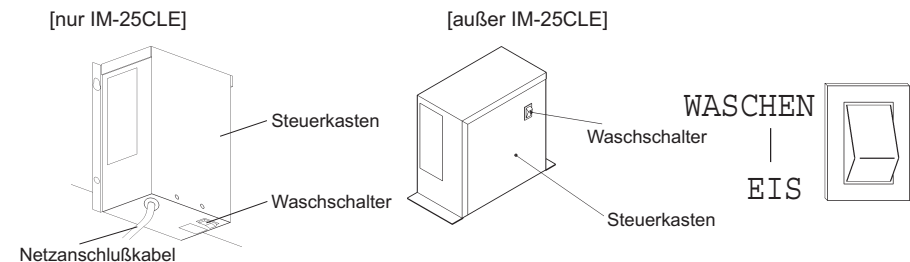

Abb. 18
- 9) Nach dem das Eis heruntergefallen ist und sich die Wasserwanne zu schließen beginnt, ist der Wasserwanne am Boden [nur IM-25CLE] oder auf der rechten Seite [außer IM-25CLE] des Steuerkastens in die Position "WASCHEN" zu bewegen. Siehe Abb. 18.